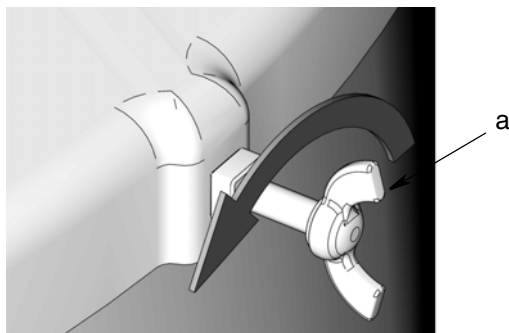

FIG. 5
2. Enlever le couvercle du fût en desserrant les vis à oreilles (a) (FIG. 5).